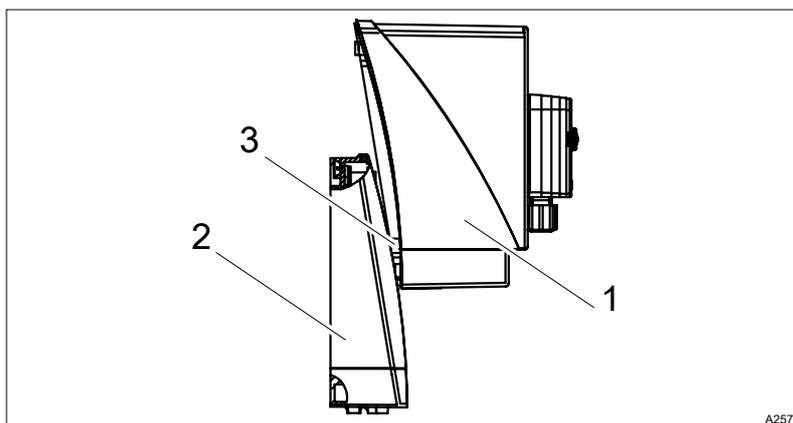

Fig. 8: Posición de estacionamiento
3.  Monte la parte superior de la carcasa en la parte inferior de la carcasa encajando las patillas laterales en los alojamientos previstos (posición de estacionamiento), Fig. 8.